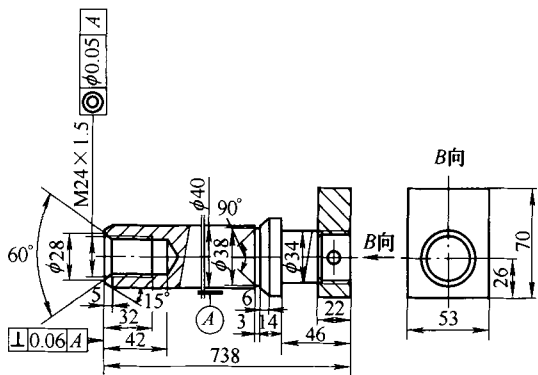

图 2
(1) 改造措施 1 将阀杆轴材质改为 2Cr13 不锈钢，方头材质改为 Q235A。阀杆与方头处螺纹配合之后再行焊接（见图 2），选用铬镍奥氏体焊条，以提高接头的塑性和韧性，防止裂纹产生，同时还可降低预热温度，改善作业条件。一般应选用 A302 或 A402 焊条，重要工件可用 A307 或 A407 碱性焊条。预热温度为 200 ~ 300℃，焊后缓冷，焊好后安好定位销。